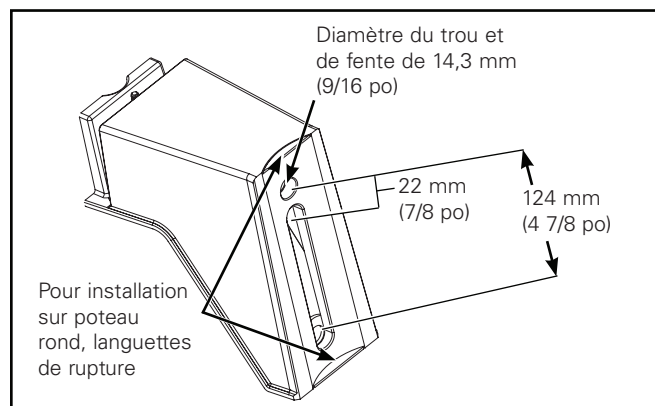

Figure 1.
Bras de montage sur poteau (figures 1 à 5)
1. Le bras de montage de poteau est conçu pour un poteau carré ou rond. L'installation de poteau rond exigera que les languettes de rupture du bras de montage soient retirées. Saisissez la languette détachable avec une pince et détachez la languette. (figure 1).